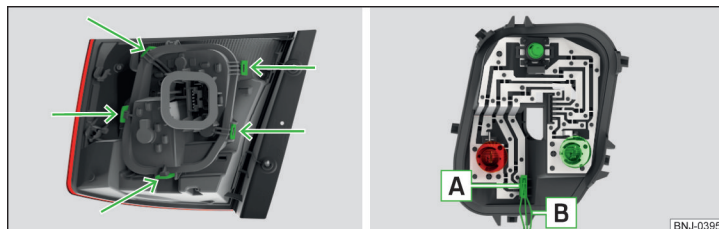

Fig. 292 Parte esterna delle luci / supporto con lampadine
- › Sbloccare il portalampada dalle aree contrassegnate dalle frecce » fig. 292 e quindi estrarlo dalle luci.
- Prima di inserire il portalampada nelle luci, verificare che la spina **A** » fig. 292 tra luci e portalampada sia correttamente innestata.